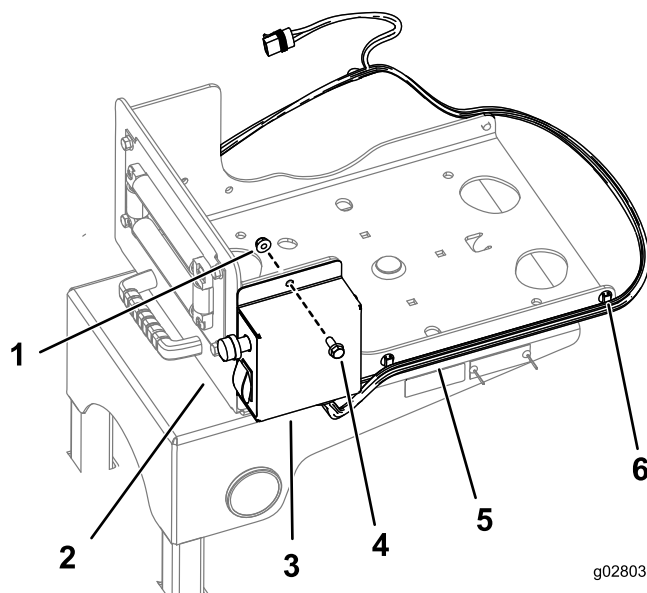

Figura 21
3. Montate la scatola interruttori sulla piastra girevole utilizzando 2 bulloni (5/16-18 x 1/4") e 2 dadi flangiati (5/16-18") come mostrato nella Figura 21.
4. Fissate il cablaggio preassemblato ai lati della piastra girevole utilizzando le clip presenti (Figura 21).